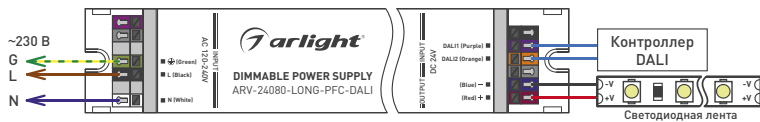
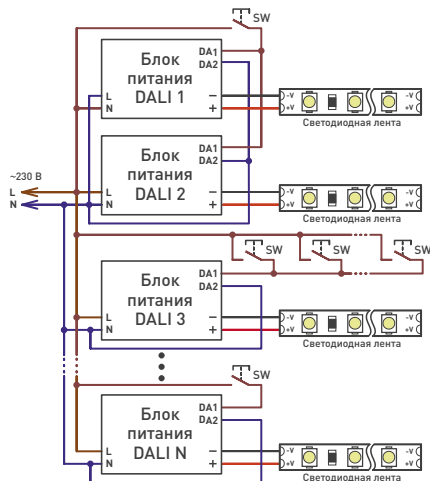

Рис. 1. Подключение источника питания при использовании управляющей шины DALI.
Рис. 4. Схема подключения нескольких источников питания при использовании управления Push Dim.
- 3.4. Подключите источник питания в соответствии с выбранной схемой управления (рис.1 – рис.4). Строго соблюдайте полярность подключения!